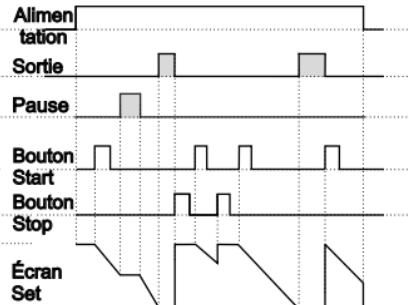

Figure 2.2
2.2.2 Si le décompte est ***dEct*** = 1 et que ***outF*** est ***bFF***, le schéma de commande sera celui illustré à la figure 2.2.